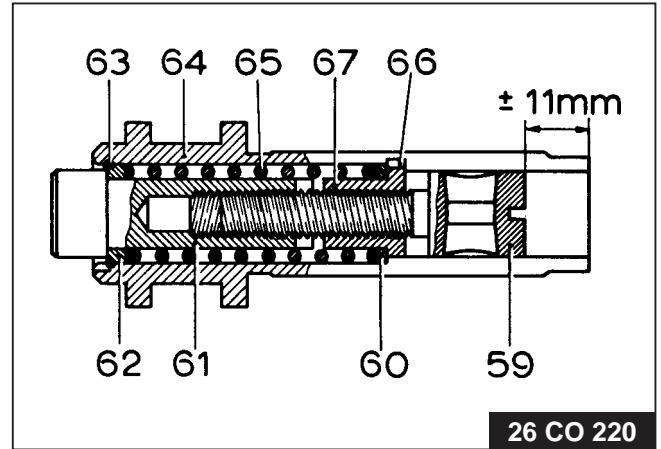

Fig. 6.
13. Neem het verend verbindingsstuk (fig. 6) in zijn geheel los. Het zal praktisch slechts zeer zelden voorkomen, dat het verbindingsstuk uit elkaar moet worden genomen. Indien dit echter het geval mocht zijn, moet als volgt worden gehandeld.
8. Schroef de oogbout 59 zo ver in de geleidebus 64, tot de afstand van 11 mm (zie fig. 6) is bereikt. Dit is een uitgangspunt; tijdens het testen van de reguleur zal de definitieve positie van de oogbout in de geleidebus moeten worden ingesteld.